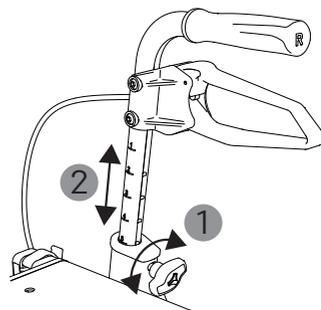

Fig. 3
1. Desserrez la vis de blocage des deux poignées de poussée en effectuant une rotation dans le sens contraire des aiguilles d'une montre (1, Fig. 3). Ne desserrez pas complètement la vis de blocage.
2. Les poignées de poussée sont réglables uniquement en hauteur (2, Fig. 3). Elles se positionnent automatiquement sur les repères. Vous entendrez un clic quand la poignée sera enclenchée sur une position.
4. Quand vous aurez trouvé la hauteur qui vous convient pour les poignées de poussée, resserrez (dans le sens des aiguilles d'une montre) la vis de réglage (1, Fig. 3).